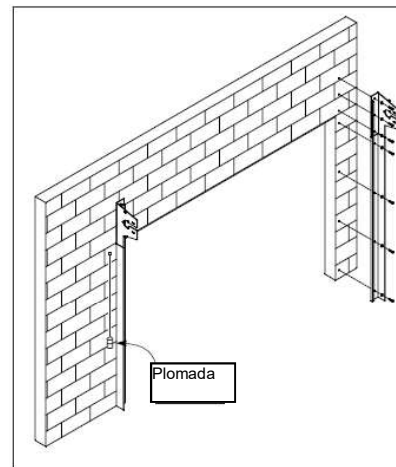

Figura 13
2. Una vez que la columna lateral esté ubicada correctamente, fíjela a la pared de forma adecuada (vea "Método de fijación", en la página 4, figuras 5, 6 y 7). Las marcas donde se debe perforar ya están marcadas en la columna lateral (vea la figura 13).